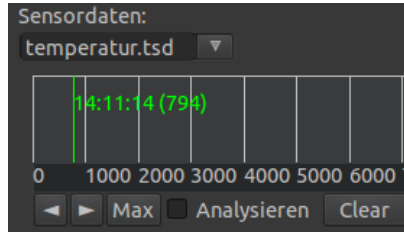

Abbildung 9: Zeitleiste für eines .tsd-Datensatzes
- **Sensordaten:** Wählen Sie hier die zu verwendenden Sensordaten aus. Wenn Sie Zeit-bezogene Sensordaten auswählen, wird eine Zeitleiste eingeblendet. (s. Abbildung 9) Mit der **[linken Maustaste]** oder mit den **Pfeiltasten** können Sie den Zeitpunkt auswählen, für den die Temperaturverteilung berechnet werden soll. Der aktuelle Zeitpunkt wird mit Name und Index als grüner Balken angezeigt.